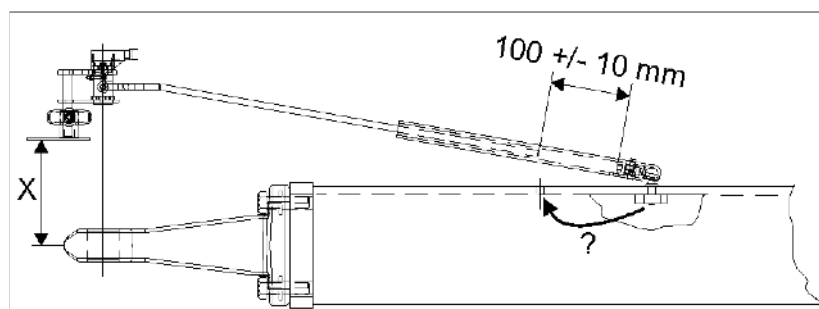

Fig. 133
- Mantenere la distanza fra punto di aggancio e trasduttore angolare (Fig. 133/ X) il più ridotta possibile (in particolare con timone per sollevatore).